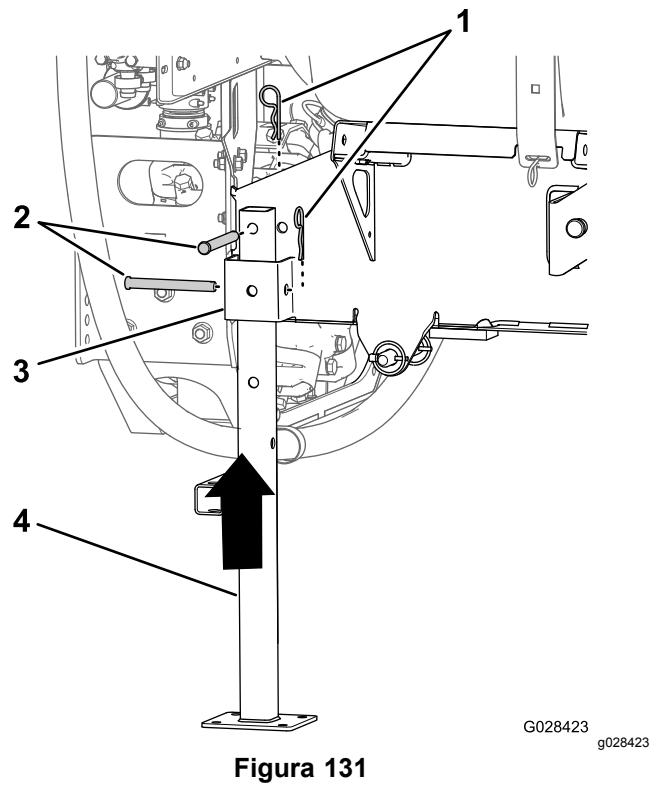

Figura 131
5. Allineate il cavalletto posteriore con la sede per il cavalletto posteriore (Figura 131).
6. Allineate il foro nella parte superiore del cavalletto con il foro sul telaio di supporto del serbatoio (Figura 131).
7. Fissate il cavalletto al ricevitore e al telaio con 2 perni con testa ($\frac{1}{2}$ " x $4\frac{1}{2}$) e 2 coppiglie (5/32" x $2\frac{5}{8}$) come mostrato nella Figura 131.